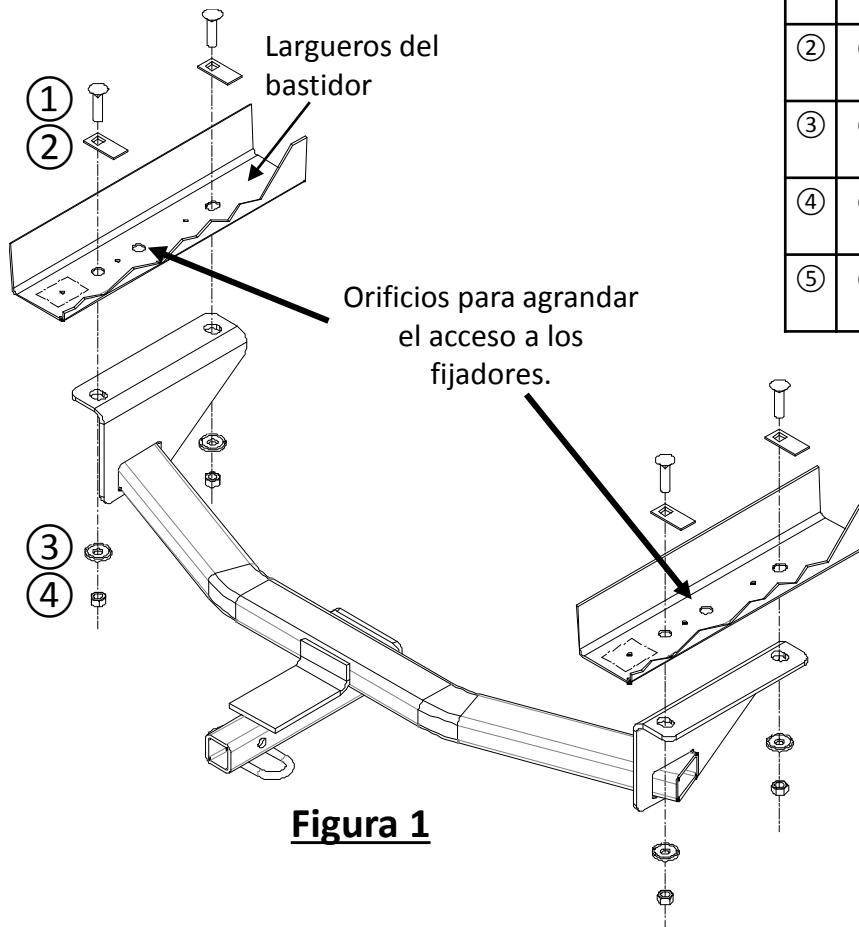

Figura 1
- 1. Quitar el panel de apariencia inferior:** Con los destornilladores de estrella y de cabeza plana, retirar (7) tornillos y (2) remaches del panel de apariencia inferior. Devolver el panel al propietario del vehículo.
- 2. Retirar la unión del soporte inferior:** Con un cubo de 10 mm, retirar (1) tornillo de la unión del soporte inferior, en cada lado. Empujar el soporte hacia adentro para liberar la pieza de la pestaña de plástico que está unida a los largueros del bastidor. Devolver el soporte al propietario del vehículo.
- 3. Agrandar el orificio de acceso:** Con la amoladora de matriz, agrandar el orificio de acceso a 1" de diámetro en cada lado, ver la **Figura 1**.
- 4. Instalar el enganche:** Insertar el perno de carruaje ① y el espaciador ② a través del orificio de acceso utilizando los cables de insertar ⑤. Dejar los cables de insertar unidos. Levantar el enganche e insertar el cable de insertar instalado anteriormente a través de la ranura del soporte del enganche. Retirar los cables de insertar y sin apretar instalar la arandela cónica ③ y la tuerca hexagonal ④ en el enganche.
1. Quitar el panel de apariencia inferior: Con los destornilladores de estrella y de cabeza plana, retirar (7) tornillos y (2) remaches del panel de apariencia inferior. Devolver el panel al propietario del vehículo.
2. Retirar la unión del soporte inferior: Con un cubo de 10 mm, retirar (1) tornillo de la unión del soporte inferior, en cada lado. Empujar el soporte hacia adentro para liberar la pieza de la pestaña de plástico que está unida a los largueros del bastidor. Devolver el soporte al propietario del vehículo.
3. **Agrandar el orificio de acceso:** Con la amoladora de matriz, agrandar el orificio de acceso a 1" de diámetro en cada lado, ver la **Figura 1**.
4. Instalar el enganche: Insertar el perno de carruaje ① y el espaciador ② a través del orificio de acceso utilizando los cables de insertar ⑤. Dejar los cables de insertar unidos. Levantar el enganche e insertar el cable de insertar instalado anteriormente a través de la ranura del soporte del enganche. Retirar los cables de insertar y sin apretar instalar la arandela cónica ③ y la tuerca hexagonal ④ en el enganche.